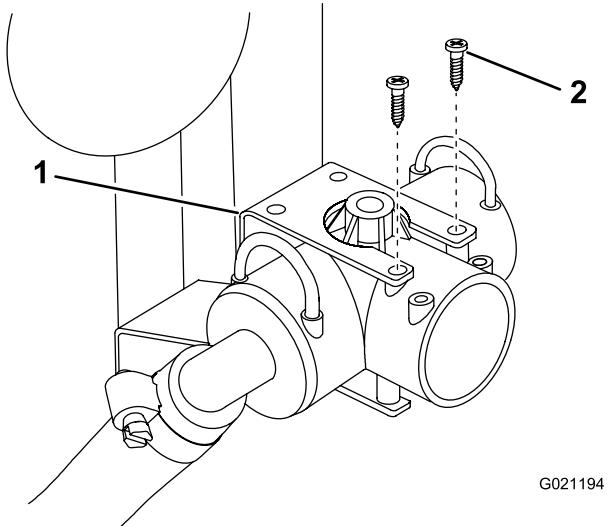

Bild 5
3. Entfernen Sie die zwei Schrauben, mit denen der Zufuhr-T-Anschluss an der Befestigungshalterung montiert ist. Entfernen Sie den Zufuhr-T-Anschluss und die Schläuche (Bild 5).
2. Schraube (2) des Zufuhr-T-Anschlusses
4. Setzen Sie das neue Regelventil in den offenen Port am Zufuhr-T-Anschluss ein und befestigen es mit einer neuen Befestigung (Bild 5).